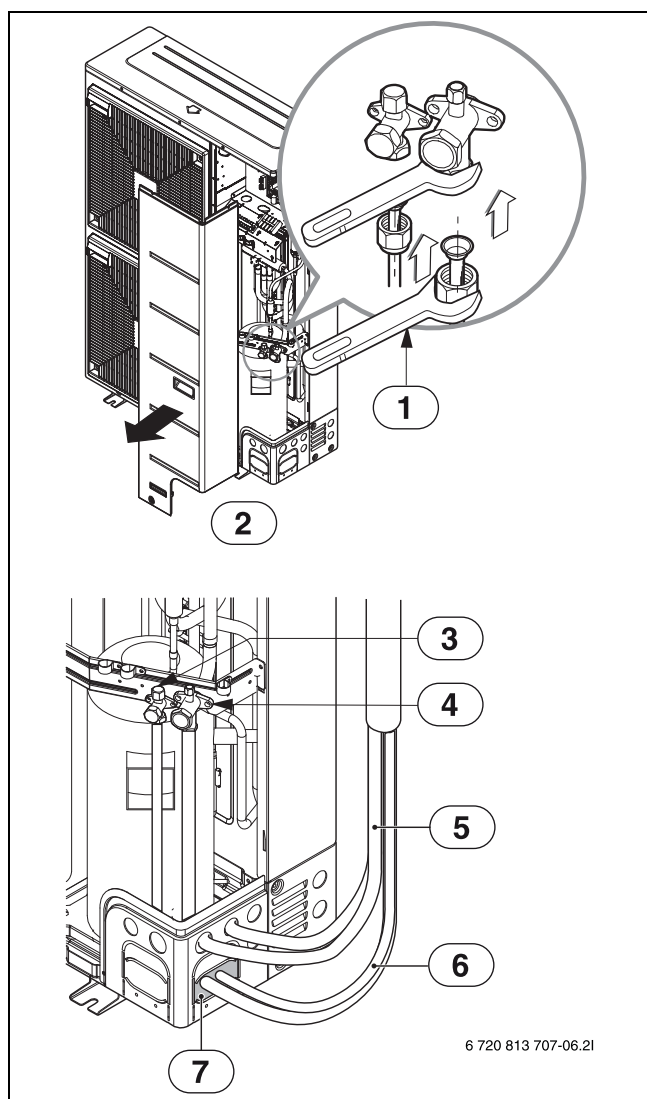

Fig. 23
- Etanchéifier les passages de tuyaux avec du mastic ou du produit isolant (à procurer sur site). Fermer toutes les ouvertures (→fig. 23).